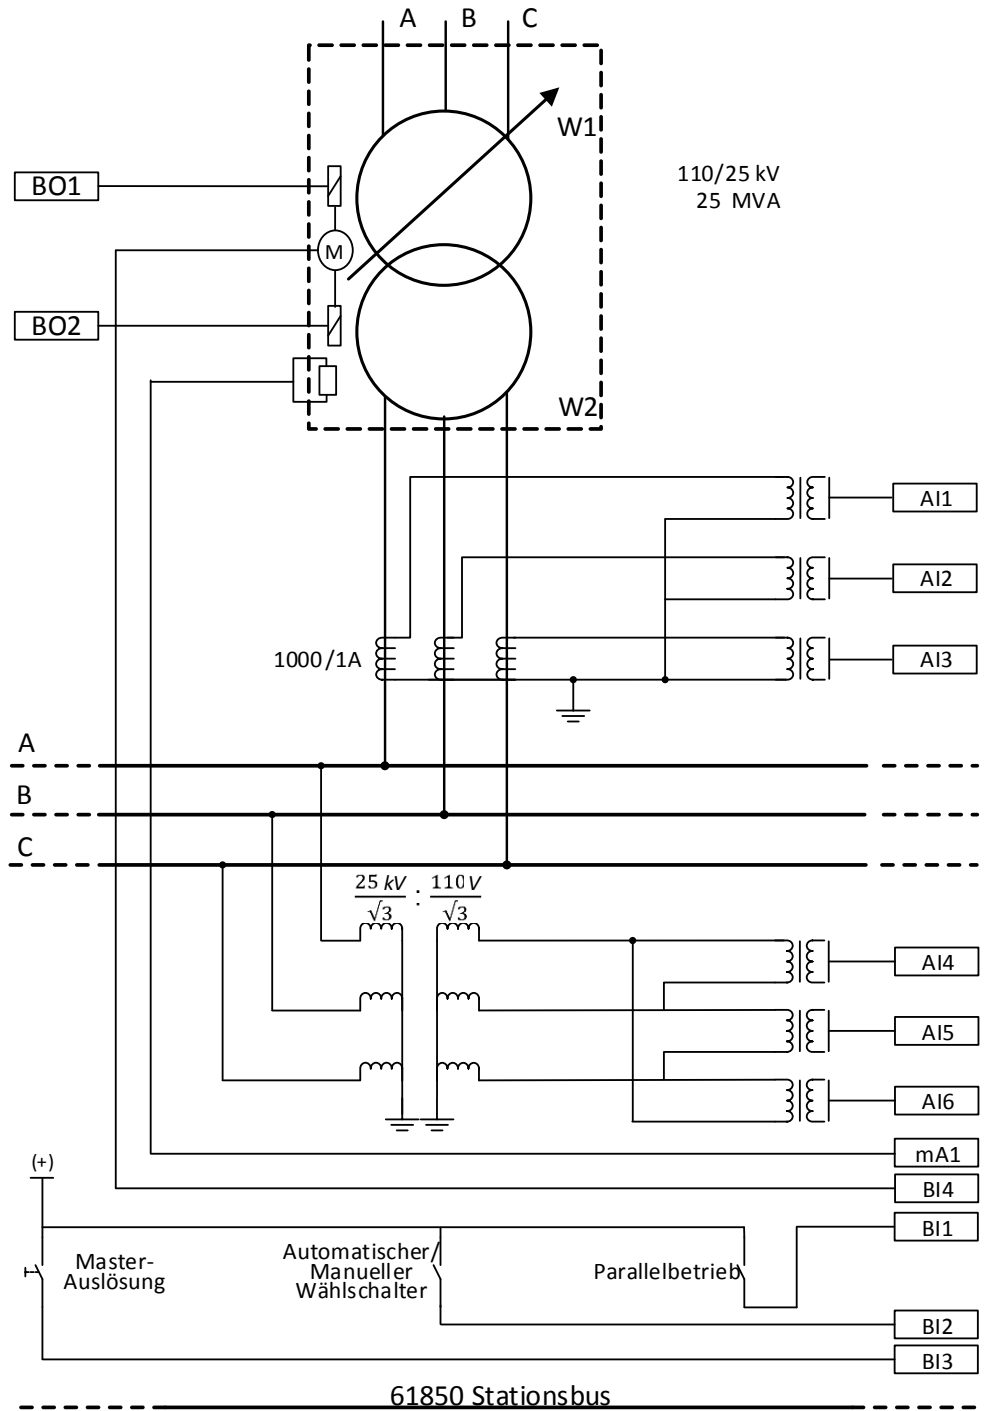

Abb. 29: Relais 1-Schnittstellen und CT/VT-Anschlüsse für TR1 in Beispielfall 2
Die Abbildung 29 zeigt die Anschlussdetails der Analogeingänge (AI) des Relais (Relais 1), Binäreingänge (BI), Milliampereeingänge (mA) und Binärausgänge (BO) für Transformator TR1 im Beispielfall. Die CT-Anschlüsse für die Leiterspannungsmessungen in allen Leitern und der VT-Anschluss für die Spannungsmessung an der MS-Seite werden ebenfalls dargestellt. In diesem Beispiel ist der Stufenschalterstellungswert als mA-Eingang für den Transformator TR1 und als Eingang zu TPOSYLTC eingegeben.